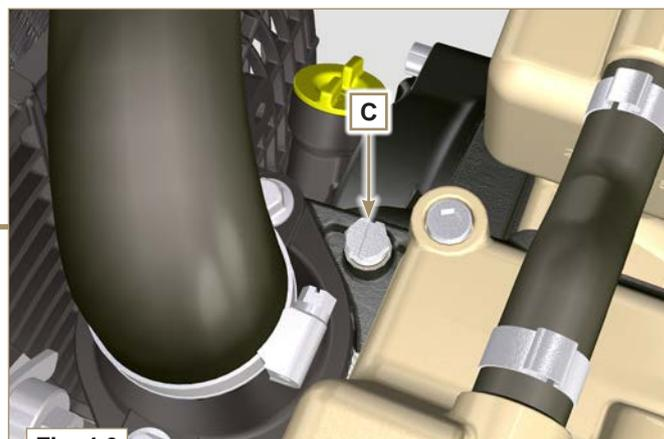

Fig. 4.6
- 4 - Allentare la vite **C**, far fuoriuscire l'eventuale aria presente e avvitare la vite **C** (coppia di serraggio a **8 Nm** - **Fig. 4.6**).